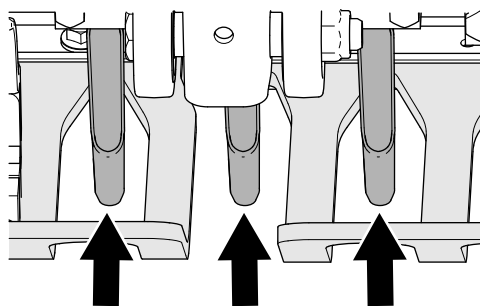

Figura 44
4. Compruebe la alineación de las ranuras de los protectores de césped a los taladros para asegurarse de que estén centrados (Figura 44).